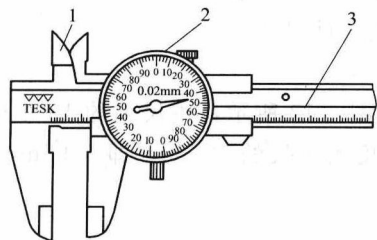

图 1-6 游标带百分表卡尺
2) 游标带百分表卡尺 如图 1-6 所示，为了读数方便，游标卡尺上装有测微表头，它是通过机械传动装置，将两测量爪相对移动转变为指示表的回转运动，并借助尺身刻度和指示表，对两测量爪相对移动所分隔的距离进行读数。游标带百分表卡尺测量较精密工件的内、外尺寸，精度有 0.1mm、0.05mm、0.02mm 3 种，测量范围分别为 0~150mm、0~250mm、0~500mm。